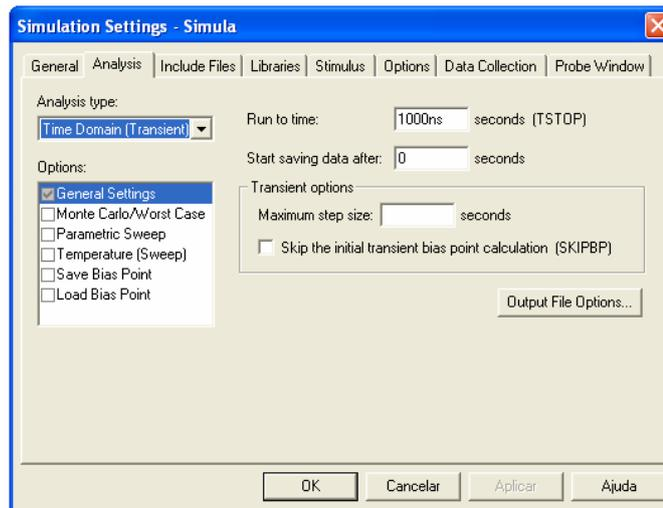

Figura 5. Quadro de diálogo de parâmetros da simulação
- g. Aparecerá um quadro de diálogo como o mostrado na Figura 5. O tipo de análise a ser selecionado no campo **Analysis type** é **Bias Point**.